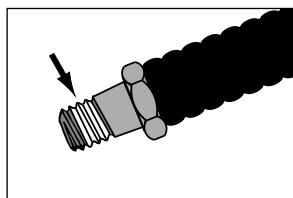

Figure 2, Enduit d'étanchéité
**Remarque :** Dans les étapes suivantes, appliquer 1-1/2 tour de bande de Téflon ou d'un autre enduit d'étanchéité approprié sur tous les raccords hydrauliques filetés, en laissant le premier filet libre comme indiqué à la Figure 2.